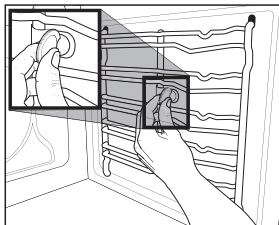

Abb. 4
1. Entfernen Sie die Schrauben und die dazugehörigen Scheiben rechts und links mit Hilfe einer Münze oder eines Werkzeugs (Abb. 4).